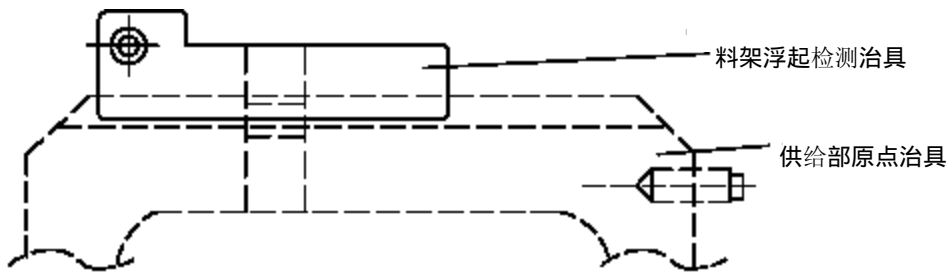

图 1
1. 如图1所示，设置供给部原点治具和料架浮起检测治具，并调整右受光侧的传感器位置。
2. 如图1所示，设置供给部原点治具和料架浮起检测治具，并调整左受光侧的传感器位置。